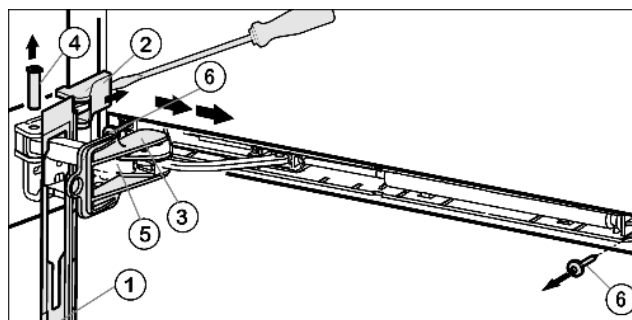

Fig. 5
- Krytku posuňte dopředu přes třmen tlumiče Fig. 5 (5) směrem k přístroji.
- Pojistku Fig. 5 (3) zaklesněte do podélného otvoru.
- Kryt Fig. 5 (2) nadzvedněte šroubovákem z vnější strany a sejměte ho směrem ven.
- Čep Fig. 5 (4) zespod vytlačte.
- Třmen tlumiče Fig. 5 (5) tlačte ve směru dveří.
- Krytku Fig. 5 (1) sejměte.
- Celou jednotku tlumiče zavírání vyšroubujte (2x Torx 15) Fig. 5 (6).